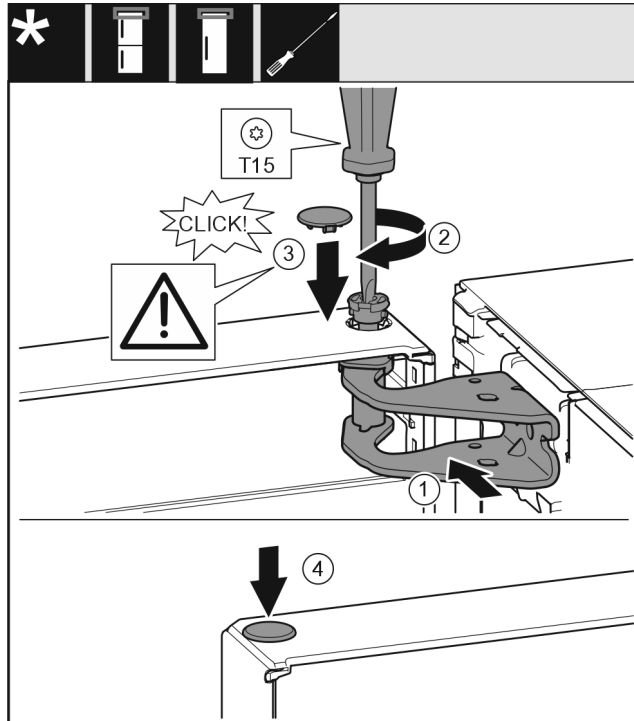

Fig. 23
- ▶ Tür oben zur Öffnung im Lagerbock ausrichten. Fig. 23 (1)
- ▶ Bolzen Fig. 23 (2) einsetzen und mit Schraubendreher festschrauben.
- ▶ Sicherungsabdeckung Fig. 23 (3) zur Sicherung der Tür montieren: Sicherungsabdeckung einsetzen und Kontrollieren ob sie auf der Tür aufliegt. Ansonsten Bolzen vollständig einsetzen.
▶ Stopfen Fig. 23 (4) einsetzen.